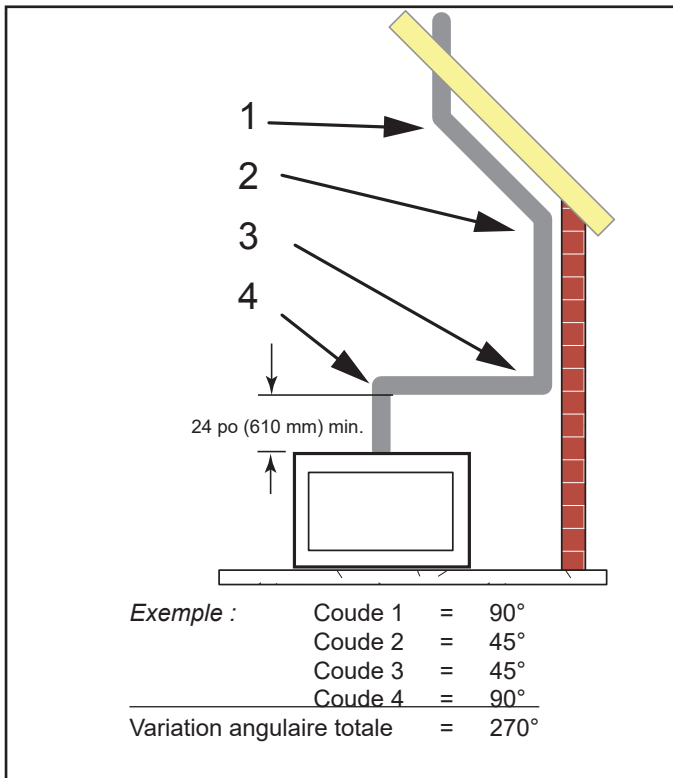

Figure 5.13 Utilisation maximale des coudes
- Deux ensembles de déviements avec coudes à 45° peuvent être utilisés dans les sections verticales. On peut utiliser entre 0 et 2,5 m (8 pieds) de conduit d'évacuation entre deux coudes. Voir la figure 5.13.
- La variation angulaire maximale autorisée dans le système est de 270°. Voir la figure 5.13.